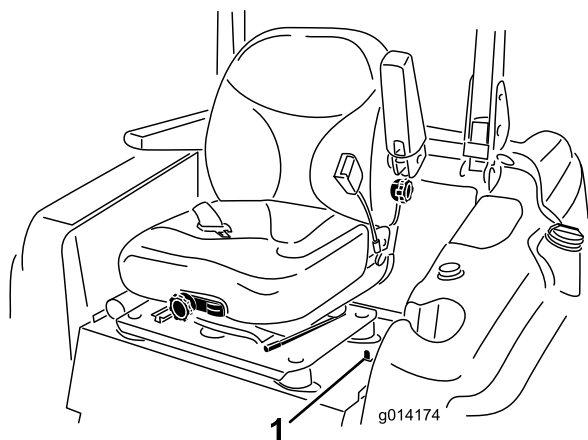

Figura 17
1. Spostate indietro il chiavistello del sedile, posto a sinistra di quest'ultimo, per sbloccare il sedile e tirate in avanti la parte superiore del sedile (Figura 17).